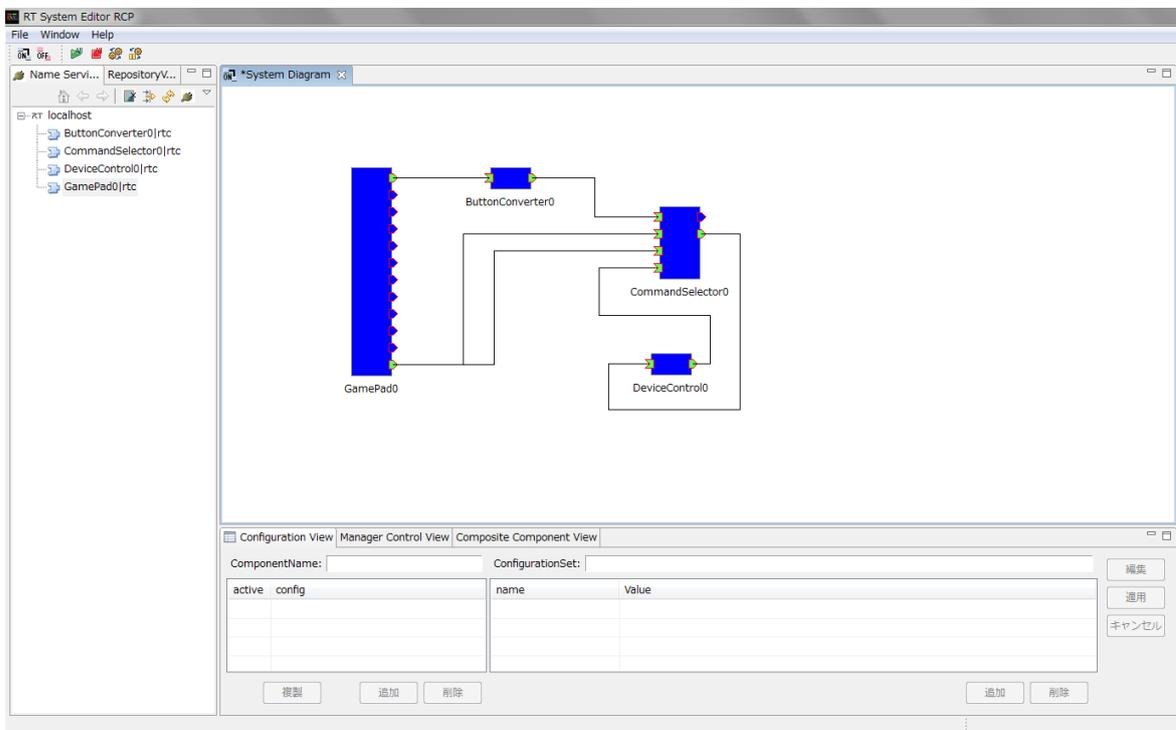

図 7 モジュール構成例
(5) RT SystemEditor 上でのモジュール接続
- ・次に示す図 7 のようにモジュールを接続する.
モジュールの構成の例を図 7 に示す. DeviceControlComp はシリアルポートの設定が出来ていれば, 単体だけでもエラーは起こらず起動できる. なお, ここでは簡単化のため CommandSelector の上から 2, 3 番目の入力ポートの両方にゲームパッドからの出力を接続している. 3 番目のポートが自律走行のための速度指令値を入力するためのポートであり, 自律走行用の適切なモジュールを接続し, 移動ロボットを CommandSelectorComp の 1 番目の出力ポートに接続すれば操作と自律走行を切り替えながら動かすことができる.